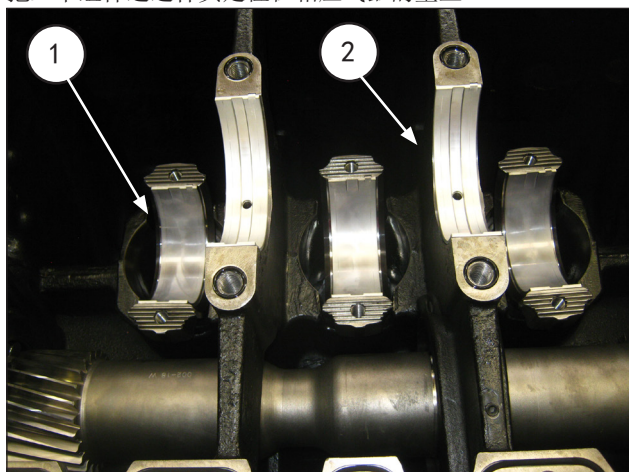

图 95
把半轴瓦安装在三个半连杆和前曲轴箱盖支座上(图 95①, ②)。
为了避免半轴瓦的反装, 请仔细观察上面的图示(图 95); 尤其是连杆半轴瓦在基上没有凹槽(位置①), 而支座上的半轴瓦则有润滑孔道和凹槽(位置②)。安装曲轴前, 应重新确认半轴瓦的正确定位。